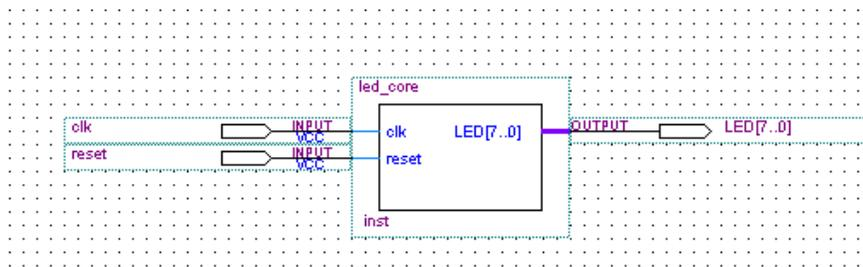

图 35 LED 原理图设计
- d) 至此，整个原理图设计完成，如图 35 所示，将该设计保存为顶层设计文件名 led。此文件名跟之前工程建立时定义的顶层文件名相同。